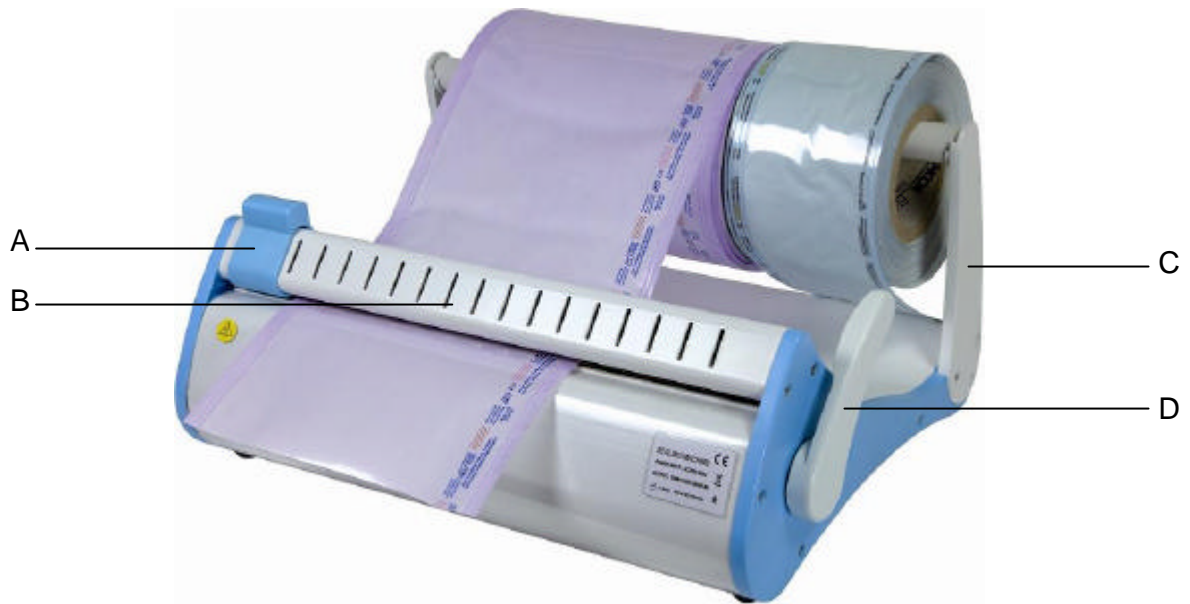

Fig. 1
- Monte el soporte para las bobinas (C) como en la Fig. 1.